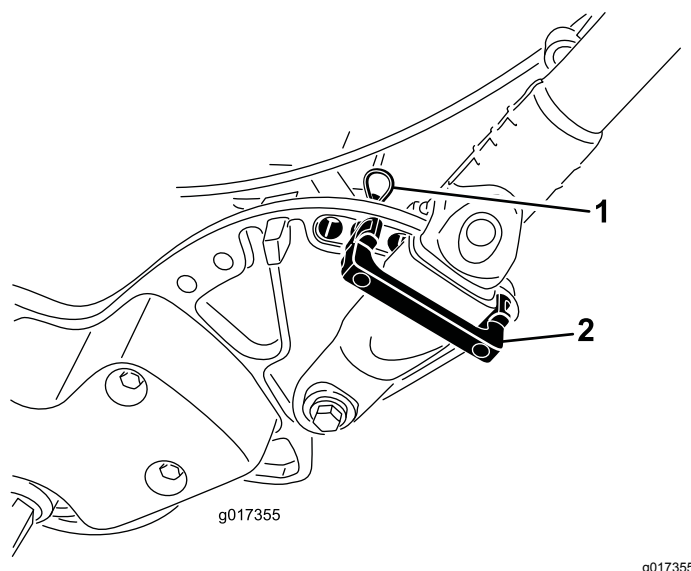

Figura 9
1. Enquanto apoia a pega, remova as braçadeiras de cabos que prendem os grampos da pega às placas laterais (Figura 9).
2. Rode a pega para posição de operação desejada e coloque um fixador de pega por cima do grampo e nos orifícios de alinhamento na placa lateral (Figura 9).
3. Mantenha o fixador na posição com um perno de gancho (Figura 9).